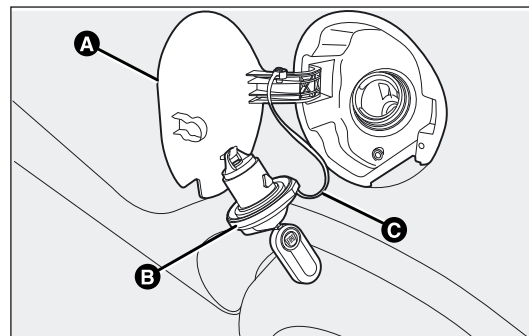

fig. 109
TANKDOP fig. 109
1) Open klepje A-fig. 109 door het naar buiten te trekken, houd de dop B vast, steek de contactsleutel in het slot en draai de sleutel linksom.